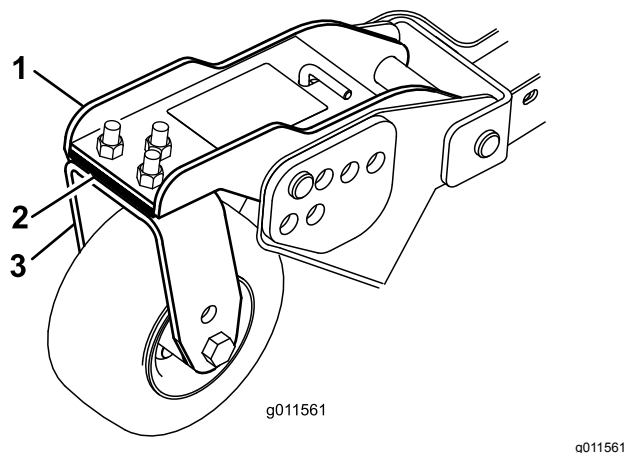

Figura 35
Rode a lâmina de cada eixo até que as suas extremidades se encontrem viradas para a frente e para trás. Meça a distância existente entre o chão e a ponta dianteira da lâmina. Ajuste os calços no(s) braço(s) da roda giratória de forma que coincidam com a altura de corte indicada no autocolante (Figura 35). Apenas para o eixo da lâmina exterior, consulte
3. Se a extremidade interior da plataforma do cortador lateral estiver demasiado levantada em relação à ponta exterior da plataforma do cortador frontal, retire os calços do fundo do braço da roda giratória dianteira interior na plataforma do cortador lateral (Figura 35).